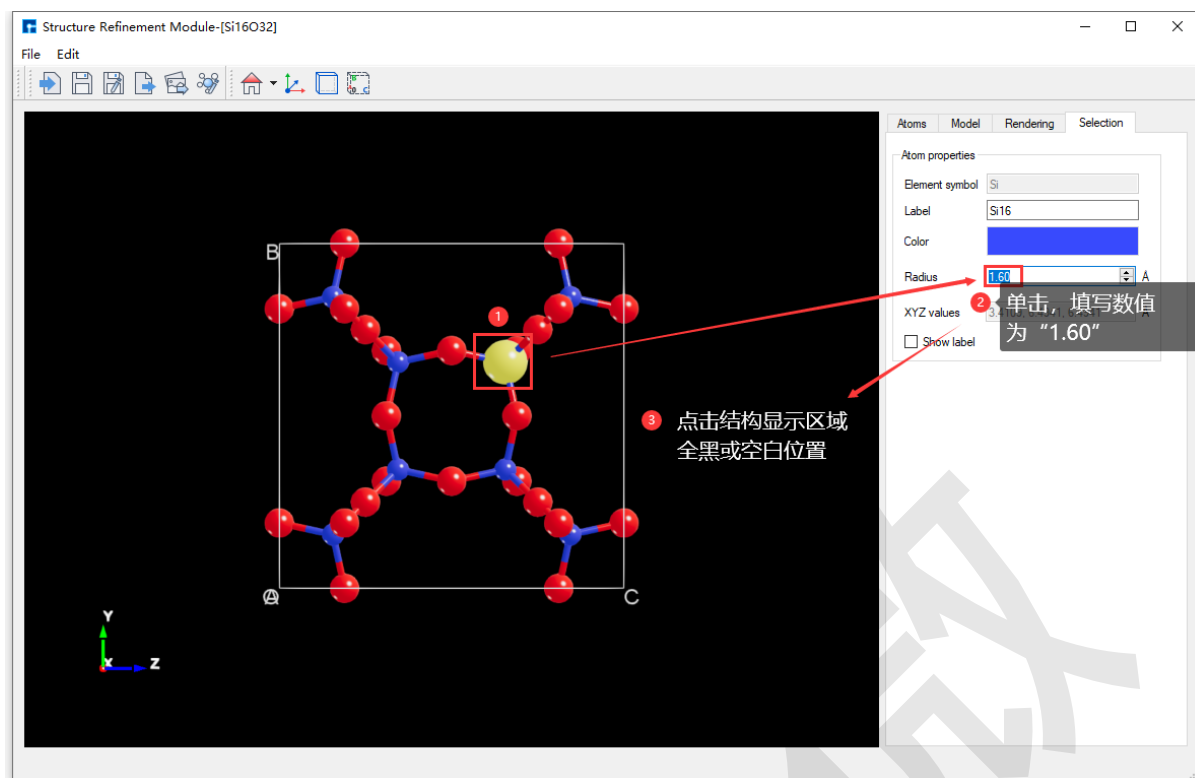
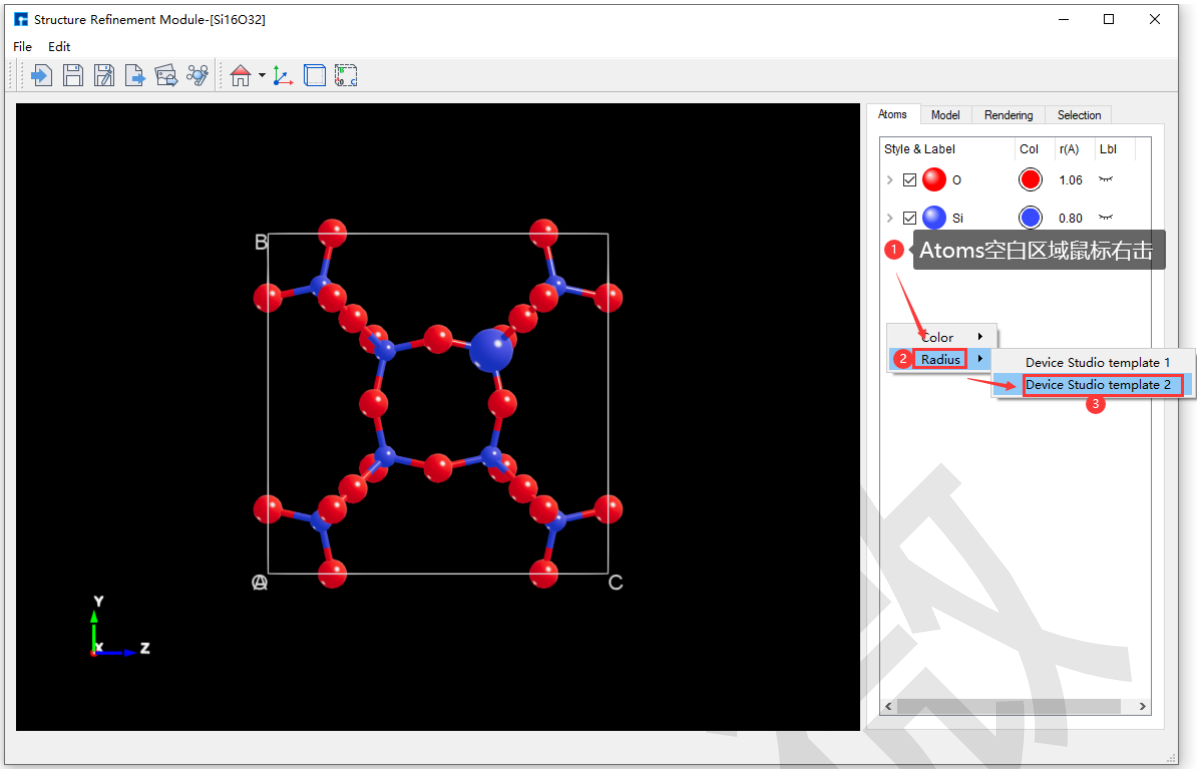
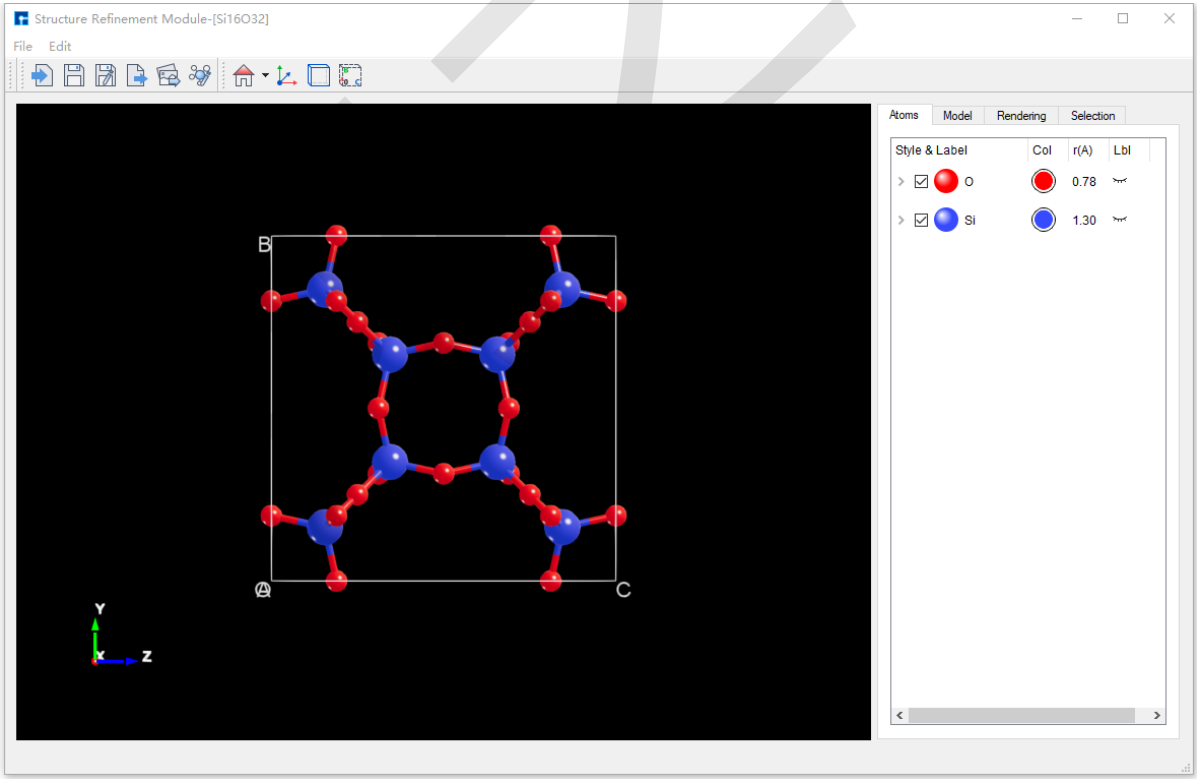

图 7.37: 选中原子: 将 Si16O32 晶体结构中 si16 原子的半径由 0.80 修改为 1.60 的操作界面
图 7.38: 修改 Si16O32 晶体结构中所有元素的半径的操作界面
图 7.39: 修改 Si16O32 晶体结构中所有元素半径完成后的界面
2. 方式二: 鼠标点击选中 Si16 原子, 如 图 7.37 所示为将 Si16O32 晶体结构中 Si16 原子的半径由 0.80 修改为 1.60 的操作界面。
Si16O32 晶体结构中含 Si 和 O 2 种元素, 在 图 7.37 基础上修改 Si16O32 晶体结构中所有元素的半径 (可认为切换为 Device Studio template 2 模板的半径) 的操作界面如 图 7.38 所示, 修改完成后的界面如 图 7.39 所示。